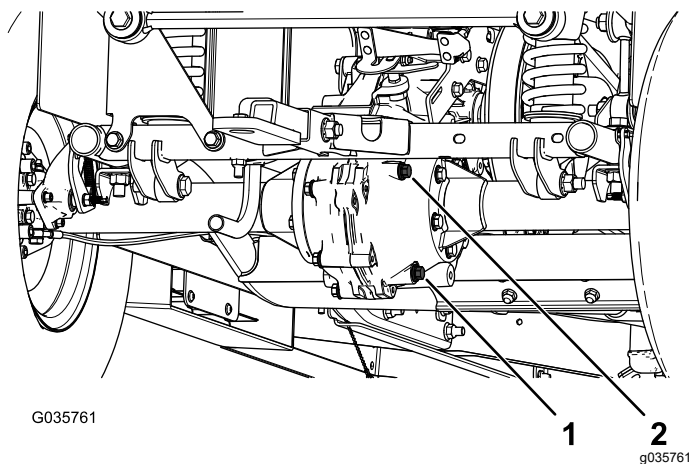

図 58
4. トランスアクスルについている補給プラグを外す(図 58)。
5. オイルの量が少ない場合は、補給プラグを取り、穴からあふれ出てくるまで所定のオイルを補給する 図 58。
1. ドレンプラグの下にオイルを受ける容器をおく 図 58。
2. トランスアクスルについている補給プラグとシールを外す 図 58。
3. ドレンプラグとシールを外してオイルが完全に抜けるのを待つ 図 58。